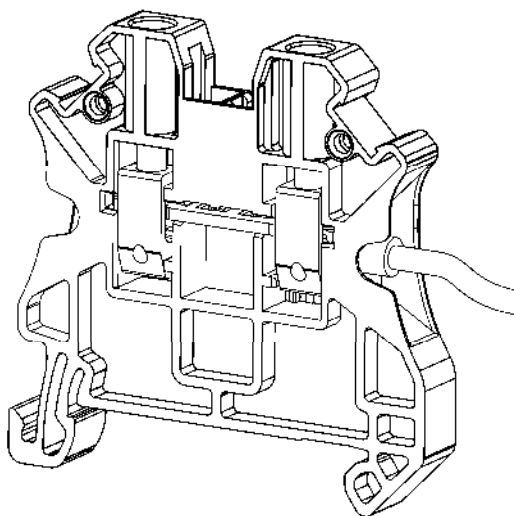

Рисунок 27 – проводник, установленный в точку подключения
- Извлеките отвертку – винт зафиксирует проводник в точке подключения (рис. 27).